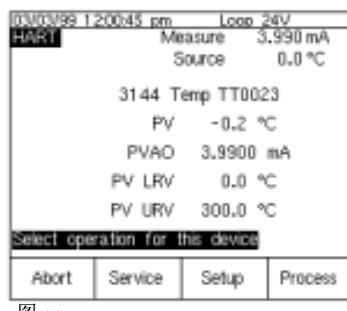

图 11
1. 接通福禄克公司 744 校准器。按红色的 键，再按 LOOP POWER 软键。按 键以跳过警告屏幕(warning screen)，744 将显示 3144 的基本 HART 信息(图 11)。